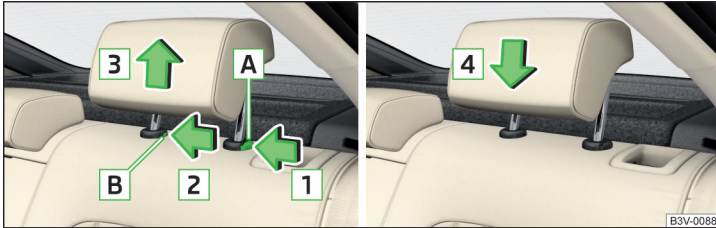

Abb. 82 Kopfstütze hinten: aus-/einbauen
- › Die Sicherungstaste **A** in Pfeilrichtung **1** » Abb. 82 drücken, gleichzeitig mit einem flachen Schraubendreher mit einer Breite von max. 5 mm die Sicherungstaste in der Öffnung **B** in Pfeilrichtung **2** drücken.